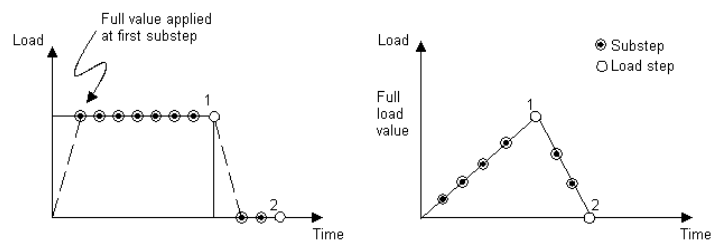

图 5-4 阶跃载荷与坡道载荷
- 如果载荷是阶跃的，那么，全部载荷施加于第一个载荷子步，且在载荷步的其余部分，载荷保持不变，如图 5-4 左图所示。
- 如果载荷是逐渐递增的，那么，在每个载荷子步，载荷值逐渐增加，且全部载荷出现在载荷步结束时，如图 5-4 右图所示。